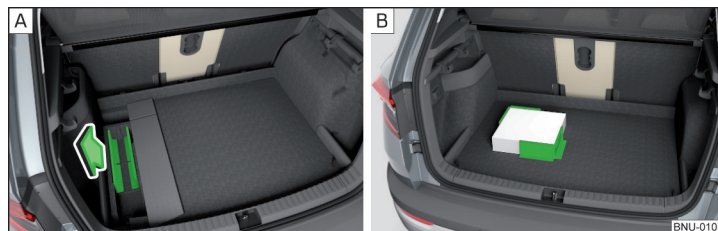

Fig. 141 Scoaterea elementelor Cargo / Exemplu de fixare a încărcăturii
- ▶ Înainte de utilizare, scoateți elementele Cargo în sensul săgeții » fig. 141 - **A**.
- ▶ Fixați încărcătura prin intermediul elementelor Cargo pe cât posibil în apropierea locurilor din spate » fig. 141 - **B**.